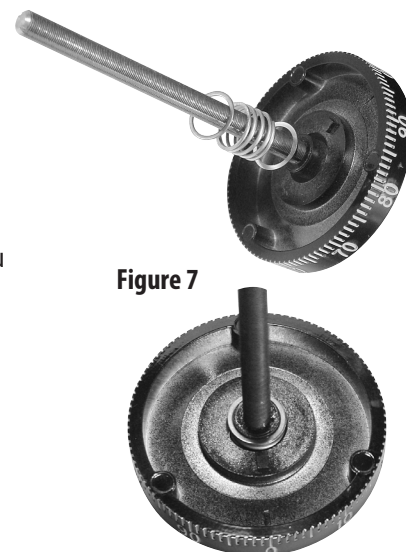

Figure 7
7. Placez une rondelle plate, le ressort de compression et une autre rondelle plate sur la tige et dans la cavité sur le moyeu du cadran (Figure 7).